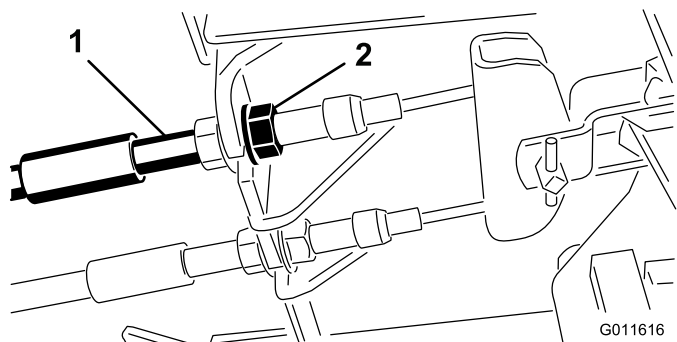

Figura 68
1. Para reduzir a folga dos pedais dos travões, aperte os travões despertando a porca dianteira que se encontra na extremidade roscada do cabo dos travões (Figura 68).